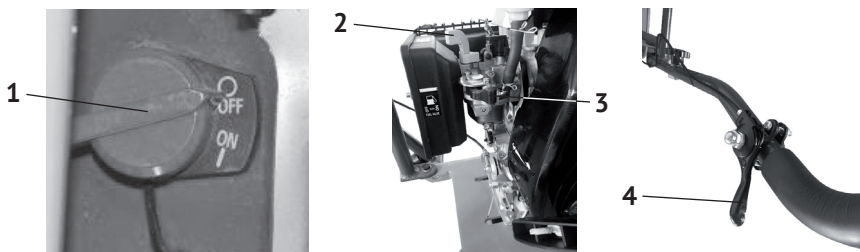

рис.5
- перевести выключатель зажигания (рис.5 поз.1) в положение „ON“ – включено;
- открыть топливный кран (рис.5 поз.3) – крайнее правое положение – «ON»;
- установить рычаг управления воздушной заслонкой (рис.5 поз.2) в положение – „закрыто“ при пуске холодного двигателя, или в промежуточное положение при прогревом двигателя;
- рычаг дроссельной заслонки (рис.5 поз.4) должен находиться в положении холостого хода;
- перевести рычаг дроссельной заслонки (рис.5 поз.4) в положение холостого хода;
- выключатель зажигания (рис.5 поз.1) поставить в положение „OFF“ – выключено.